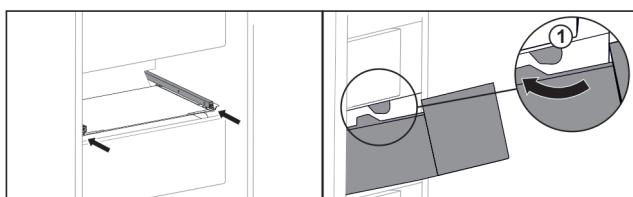

Fig. 55
- Prevedte zásuvku okolo zarážok Fig. 55 (1).